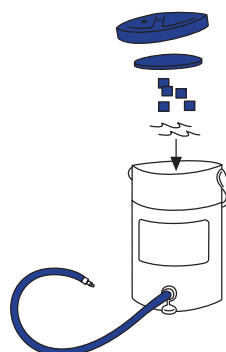

Figura 1
**1. Prima di applicare il manicotto Cryo/Cuff, preparare il refrigeratore (Figura 1)**